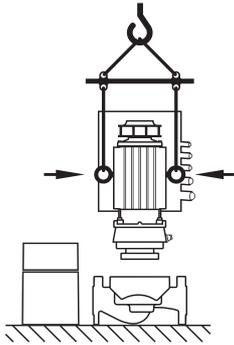

Fig. 9: Transporte do motor
- Se necessário, p. ex., em caso de reparação, os olhais de transporte podem ser deslocados do flange para o corpo do motor (ver, p. ex., Fig. 9). Antes da instalação dos olhais de transporte no corpo do motor, desapertar os espaçadores das aberturas dos olhais de transporte (Fig. 7, pos. 20b) (ver capítulo 10.2.1 “Substituir o empanque mecânico” na página 180).
- Se os olhais de transporte estiverem ou forem deslocados do flange do motor e montados no corpo do motor, estão apenas previstos para o suporte ou transporte do conjunto de encaixe (Fig. 9) e não para o transporte da bomba completa, nem para a separação do conjunto de encaixe do corpo da bomba.